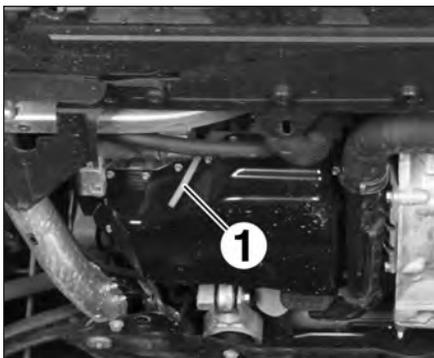

FIG.56
- Mettre en place un bac de récupération sous le tuyau de vidange (1) (accessible sous le véhicule) (Fig.56).